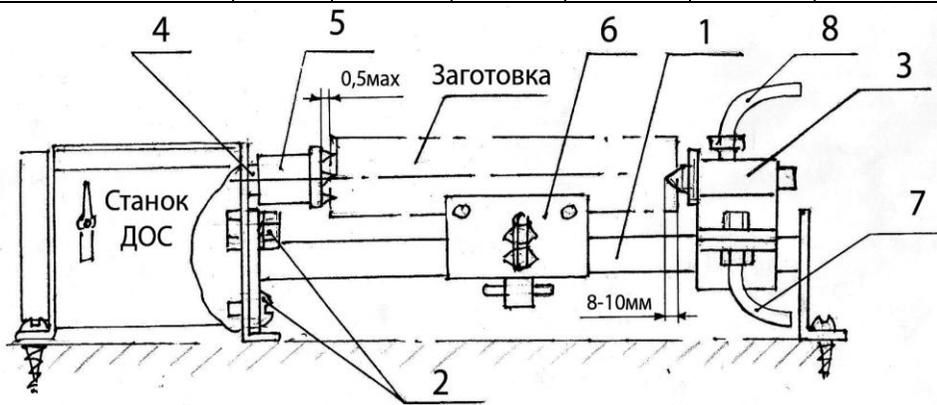
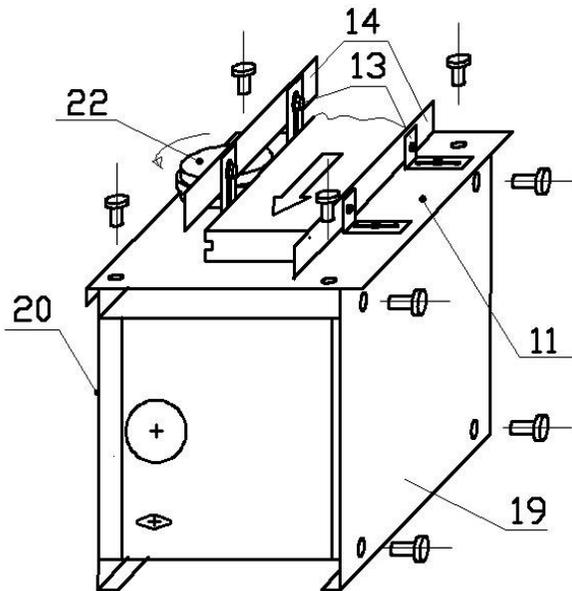

Рис.12.
Рис. 11
#### 4.8. Токарные операции (см. Рис.12 и Инструкцию по установке токарной приставки ТП-5, ТП-6 к станкам типа ДОС).
Токарная обработка производится с помощью токарной приставки, устанавливаемой с правой стороны станка (рис.12), вертикальное фрезерование – при установке станка на левый бок с помощью двух оснований корпуса (19) и (20), устанавливаемых снизу и сверху станка (рис. 11)
#### 4.6. Фрезерование вертикальное. (Рис.11). (все модификации Ф)